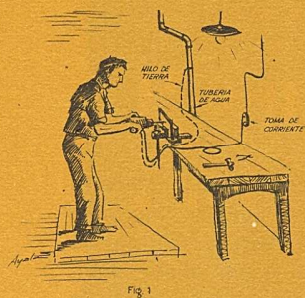

Fig. 1
b) Si se emplean aparatos corrientes, los peligros de accidentes pueden reducirse aislando perfectamente las herramientas, fijando normas para su buena conservación, inspeccionando periódicamente los aparatos y por último, añadiendo un hilo de tierra. Esta última operación debe hacerse cuidadosamente, antes de que el aparato esté conectado y realizada por medio de un hilo suplementario unido por un extremo a la armadura exterior y por el otro a una buena tierra independiente, tal como una tubería de agua. (Fig. 1).